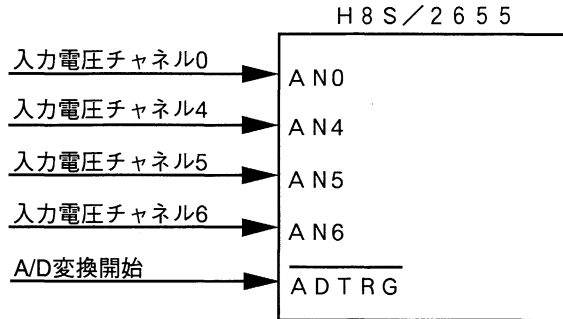

図1 H8S/2655による電圧の測定ブロック図
<p>スキャンモードによるA/D変換</p> <p>(1) 図1に示すように、4チャンネルの電圧をH8S/2655に入力し、A/D変換した結果をRAMに格納します。</p> <p>(2) A/D変換器の起動は外部トリガにより行います。</p>